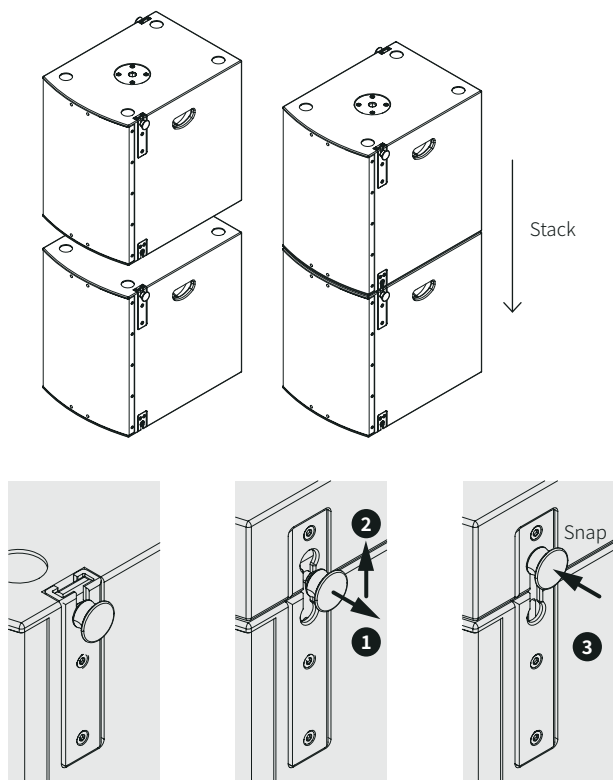
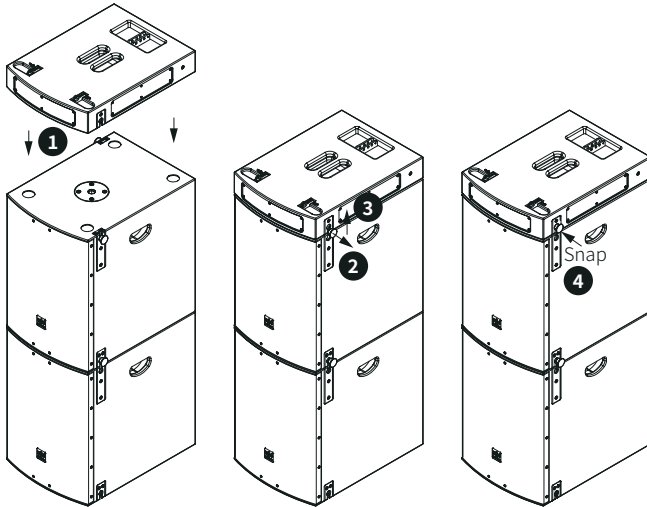

图 7. S12 PRO 与 S15 PRO 低音音箱的堆叠连接系统
图10. 通过M-F3A S12 PRO SFi与M-F3A S15 PRO SFi堆叠架对低音音箱进行堆叠
- 侧面锁定点:箱体顶部的凸型杆和底部的凹型插孔。当使用 S12 PRO 或 S15 PRO 低音音箱用作堆叠系统时,必须如图 7 所示,按照如下步骤进行锁定:
2. 如图7与图10所示,将M-F3A S12 PRO SFi或M-F3A S15 SFi堆叠架放至相应的低音音箱上,并使用两侧的锁扣装置进行固定。
注意，上述安装步骤也适用于堆叠 S12 PRO 或 S15 PRO 低音音箱，具体安装方式如吊挂组件章节中的图 7 所示。在这种情况下，最多可堆叠 3 个 S12 PRO 和 2 个 S15 PRO 低音音箱。